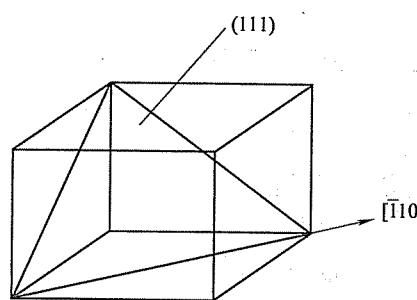

图 11-3 第三题第 4 小题解答图
4. γ 为 FCC 结构, 其密排方向、密排面、致密度、配位数、晶胞中原子数分别为 $\langle 110 \rangle$ 、 $\{111\}$ 、0.74、12 和 4; 通常情况下的滑移系为 $\{111\} \langle 110 \rangle$, 其中一个滑移系为 $(111) [1\bar{1}0]$, 指数如图 11-3 所示。